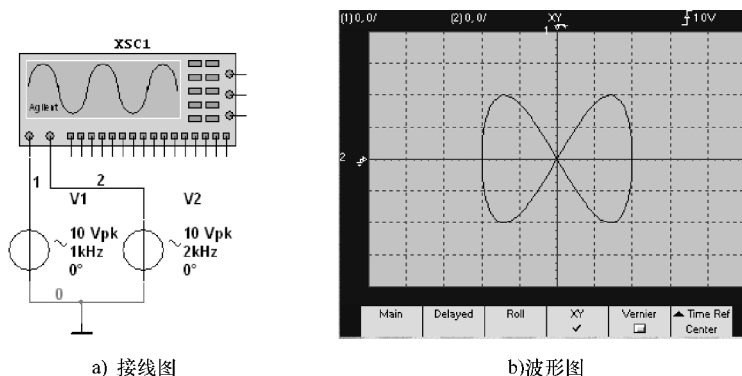

图 3-67 XY 模式测量李莎育图形
(4) 使用滚动模式: 单击主扫描/延迟扫描按钮, 然后单击 Roll (滚动) 软按钮, 选择滚动模式。滚动模式引起波形在屏幕上从右向左缓慢移动。它只能在 500ms/div 或更慢的时基设置下工作。如果当前时基设置超过 500ms/div 的限制值, 在进入滚动模式时, 将自动被设置为 500ms/div。
(5) 使用 XY 模式: 单击主扫描/延迟扫描按钮, 然后单击 XY 软按钮, 选择 XY 模式。XY 模式把显示屏从电压对时间显示变成电压对电压显示, 此时时基被关闭, 通道 1 的电压幅度绘制于 X 轴上, 而通道 2 的电压幅度则绘制于 Y 轴上, XY 模式常用于比较两个信号的频率和相位关系。图 3-67 是用 XY 模式测量李莎育图形的电路和输出波形。